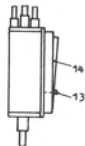

Bild 6
Bei Verwendung des Mikrotelephons (Bild 4) ist die Tonruftaste (11) zu drücken. Sofern ein Sprechgeschirr eingesetzt wird, müssen Tonruf- und Sendetaste (13 und 14) am Brustschalter (Bild 6) gleichzeitig gedrückt werden. Es wird ein Tonruf von 1000 Hz ausgestrahlt. Auch langsames Morzen ist möglich. Soll nach dem Tonruf gesprochen werden, so ist die Tonruftaste (13) freizugeben.